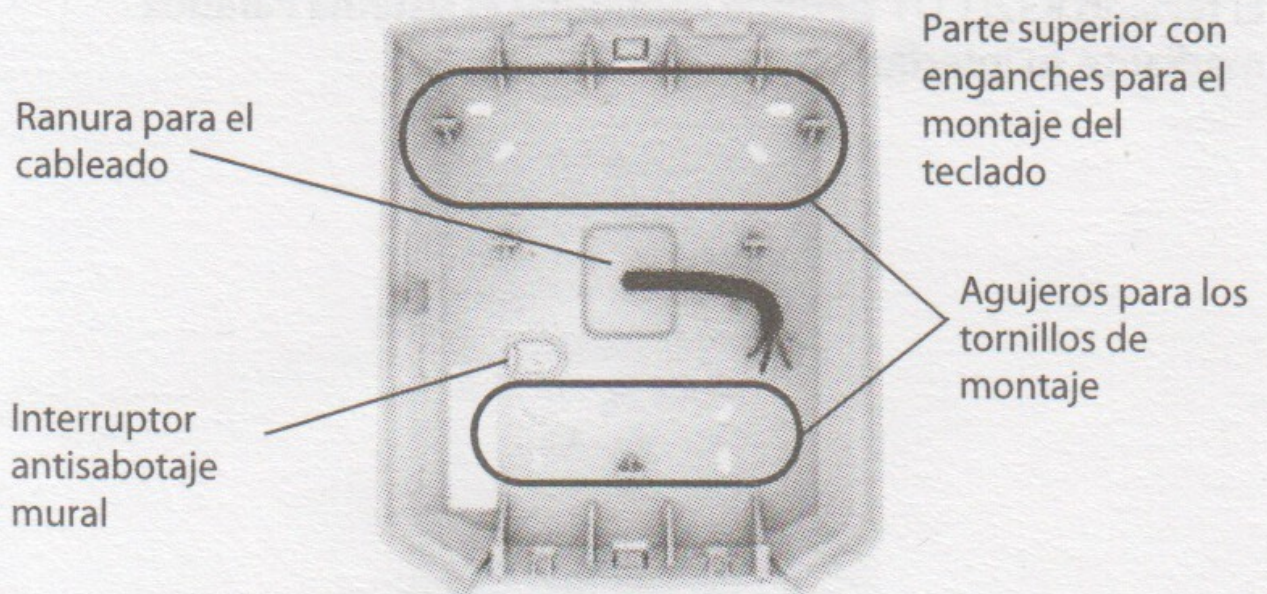

Figura 2: Placa posterior
2. Instalar la placa posterior en la pared insertando un tornillo M3.5 (#6) en cada uno de los agujeros de montaje y en el agujero del interruptor de sabotaje. Verificar que la parte superior esté orientada hacia arriba, como indica la figura 2.